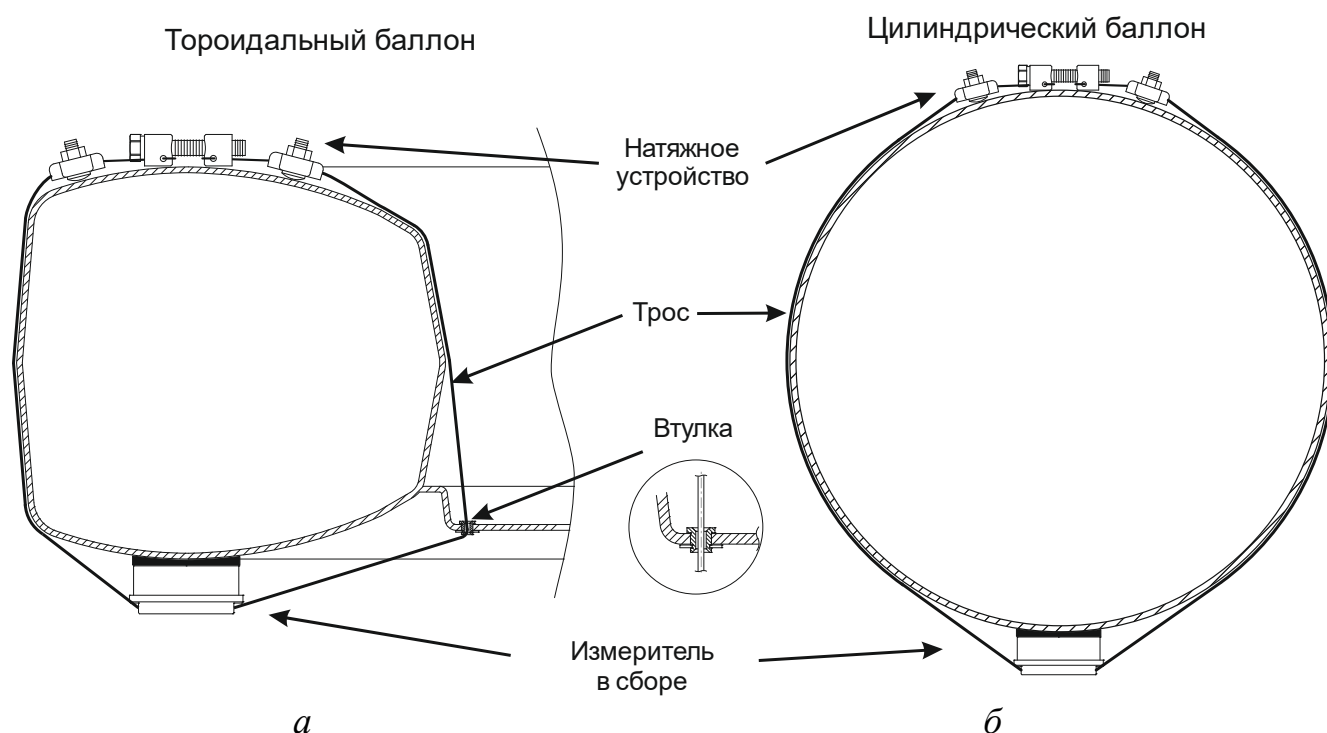

Рис.10.1 – Схемы расположения измерителя на баллонах ТС
10.1 Выбрать схему монтажа. В зависимости от типа баллона применяются различные схемы монтажа датчика (рис.10.1):